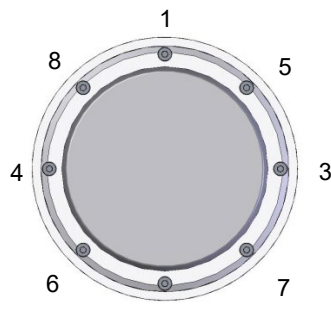

Bild 2
Detta gör man genom att korsdra skruvarna enligt Bild 2 i minst sex (6) omgångar. I varje omgång (sekvens) ska skruvarna dras åt försiktigt i den nummerade ordningen 1 till 8. Vridmomentet ökas gradvis för varje omgång. Kontrollera att den keramiska stoppringen dras ner vinkelrätt på keramiska plattan efter varje omgång. Dra skruvarna med ett slutligt vridmoment på 1,0 Nm (Bild 3).